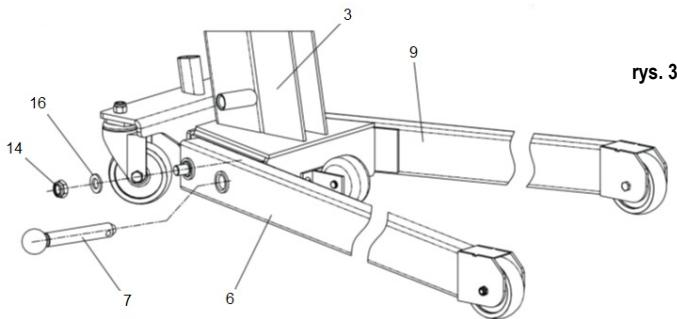

rys. 2
1. Używać śruby (13 - rys. 2) i podkładki elastycznej (17 - rys. 2), aby połączyć zespół tylnego koła (5 - rys. 2) z ramą (3 - rys. 2). Za pomocą śruby (15 - rys. 2) przykręcić elementy koła pomocniczego (8 - rys. 2) do ramy (3 - rys. 2) i zablokować śrubę.